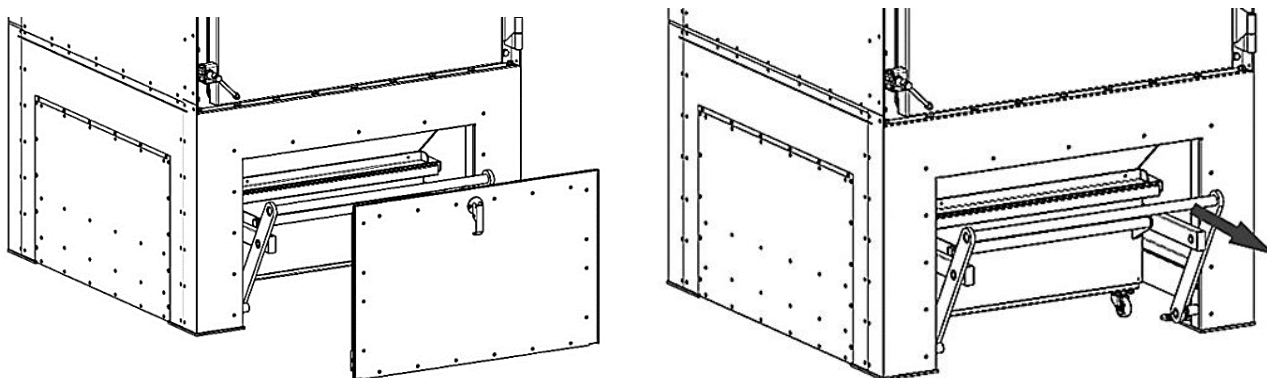

Рисунок 17
- 2) снять панель теплоизоляции пылесборника, потянуть за рычаг механизма поджатия пылесборника и выкатить заполненный пылесборник из-под фильтра (рисунок 17);